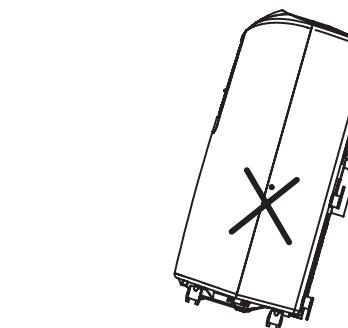

FIG. 1
- Utilisation uniquement en position debout sur une surface de niveau plate et à au moins 36 cm de tout objet (fig. 1 & 4).